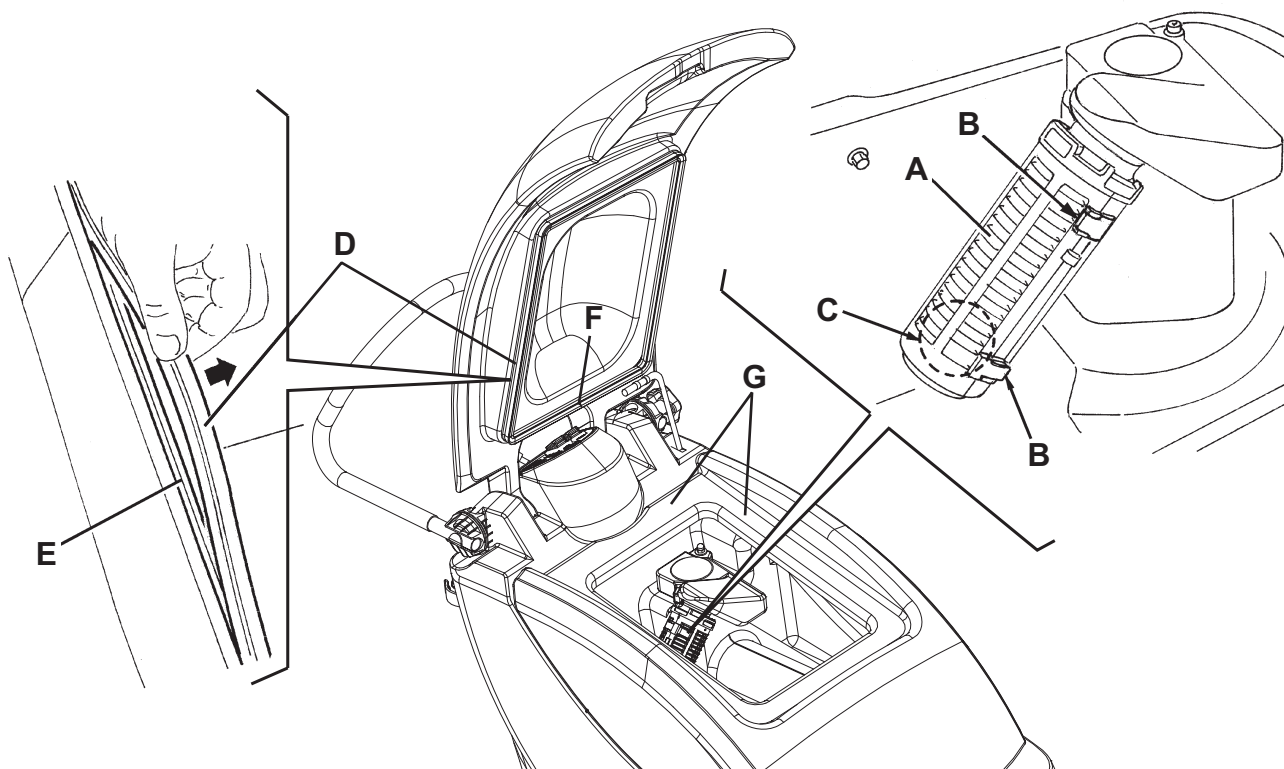

Рис. 7
3. Откройте крышку (6), затем очистите и промойте чистой водой ее, бачки (31 и 32) и вакуумную решетку (46). Спустите воду из бачков с помощью сливного шланга (16) и вентиля (18).
4. Если необходимо, освободите фиксаторы (B, Рис. 7) и откройте решетку (A); восстановите поплавки (C), очистите все компоненты и затем установите их заново.
5. Проверьте, цела ли прокладка крышки бачка с восстанавливающей водой (D).